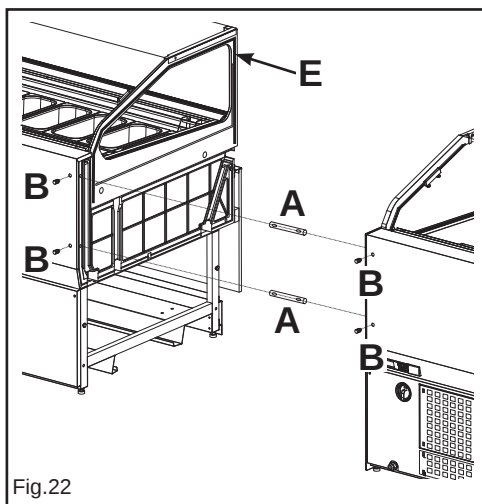

Fig.22
- Pegamento a lo largo del borde de la junta adhesiva de vidrio (fig.22 pos.E). El sello es de serie en el paquete de accesorios.
- Inserte los pines en el lado del operador (fig.22 pos.A).